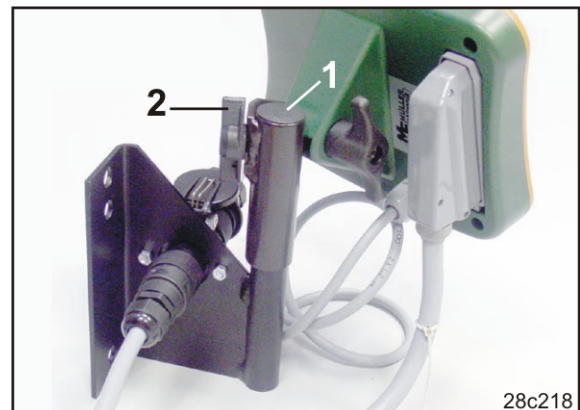

Fig. 12
1. Stick in hållaren (Fig. 12/1) i konsolen och kläm fast den med vingskruven (Fig. 12/2).